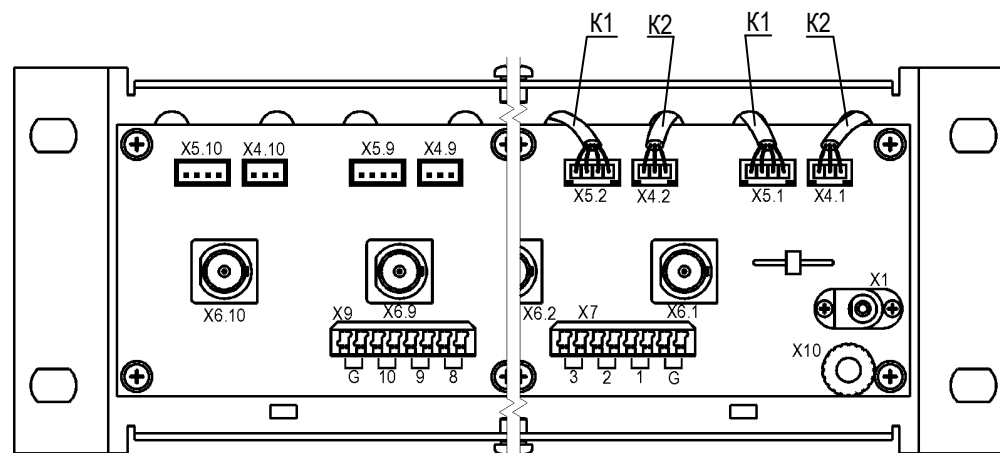

Рис. 1. Вид сзади (крышка снята).
2. Подключить сигнальные линии, идущие от передатчиков, к разъёмам X7÷X9 (рис. 1). На данных разъёмах пронумерованы пары контактов. Линию, идущую от передатчика №1 необходимо подключить к первой паре контактов (1) разъёма X7, линию от передатчика №2 к паре контактов 2 разъёма X7. Аналогично подключаются линии 3 ÷ 10.
3. Подключить дренажные проводники (проводники имеющие контакт с экраном кабеля) к любому из двух разъёмов X7, X9 контакт G (рис. 1).
1. Соединить клемму заземления X10 (рис. 1) проводом с шиной заземления.
3. Подключить блок питания к крейту с помощью разъёма питания X1 (рис. 1).
Выходные видеосигналы снимаются с соответствующих BNC-разъёмов X6.1÷X6.10 (рис. 1).